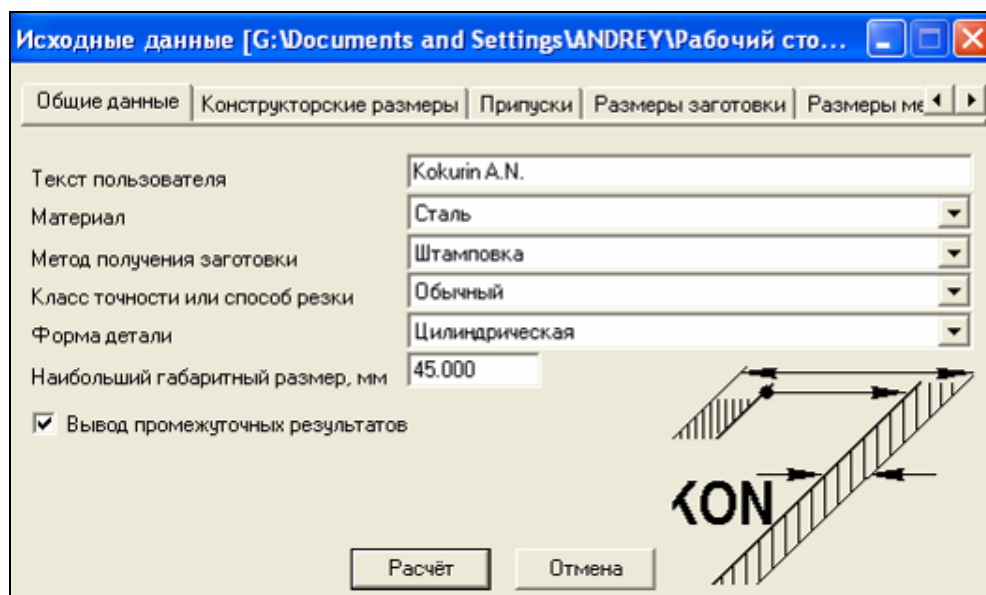

Рисунок 3 – Общие данные
4.1 Заполняем закладку «Общие данные» с указанием в полях диалогового окна материал заготовки, метод ее получения, класс точности, форму детали и наибольший габаритный размер (рисунок 3).